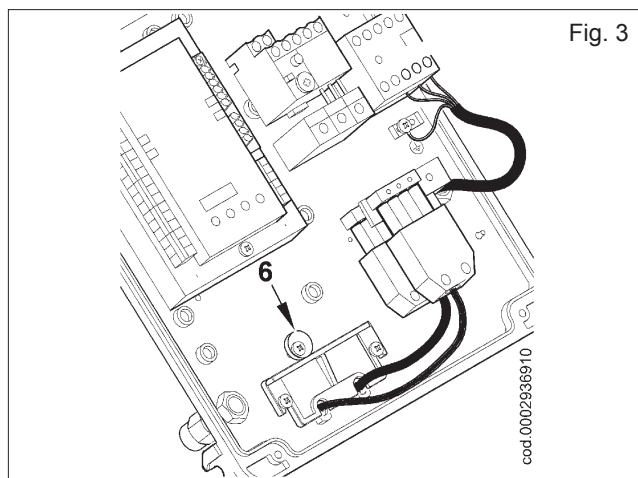

Fig. 3
- 将电缆压板放回原位（见图3）。旋转凸轮（6）使压板压紧两根电缆，然后拧紧固定压板的螺丝。然后连接7孔插头和4孔插头。